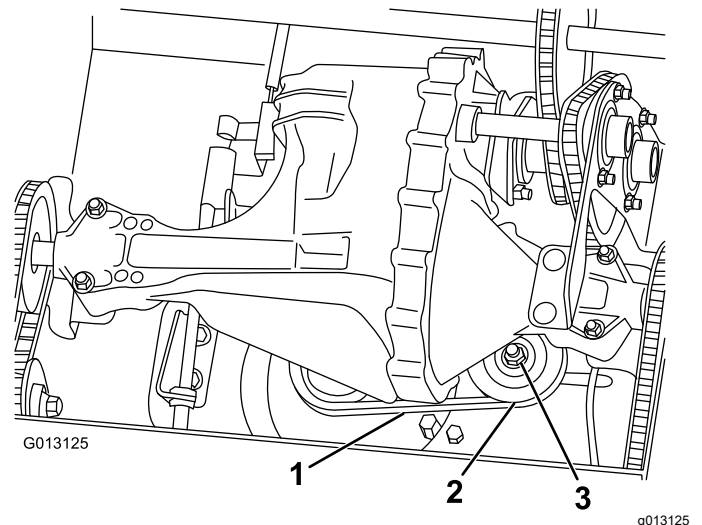

Figure 33
- Exercez une charge de 9 kg (20 lb) sur un brin de la courroie d'entraînement (Figure 33). Si la courroie fléchit de plus de 3 mm ($\frac{1}{8}$ po), tendez-la comme suit :
- Desserrez l'écrou de fixation de la poulie de tension (Figure 33).